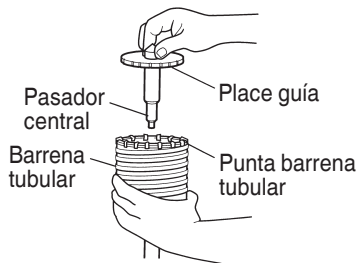

Fig. 17
- (3) Insertar el pasador central en la placa guía hasta que se pare.
(4) Unir la placa guía con la barrena tubular y girar la placa guía hacia la izquierda o hacia la derecha de forma que no se caiga a pesar de estar indicando hacia abajo. (Fig. 17)